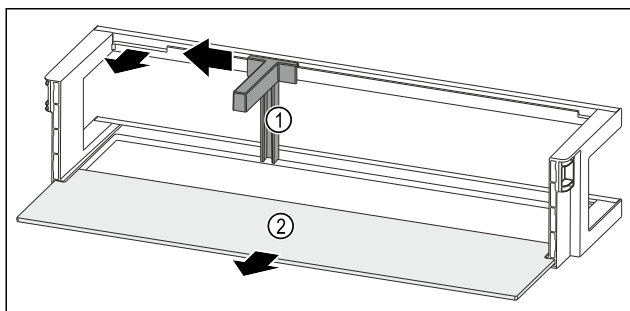

Fig. 181 Türabsteller mit Flaschenhalter und Abstellfläche
- Flaschenhalter Fig. 181 (1) bis zur Aussparung zur Seite schieben.
- Flaschenhalter Fig. 181 (1) entnehmen.
- Abstellfläche Fig. 181 (2) entnehmen.